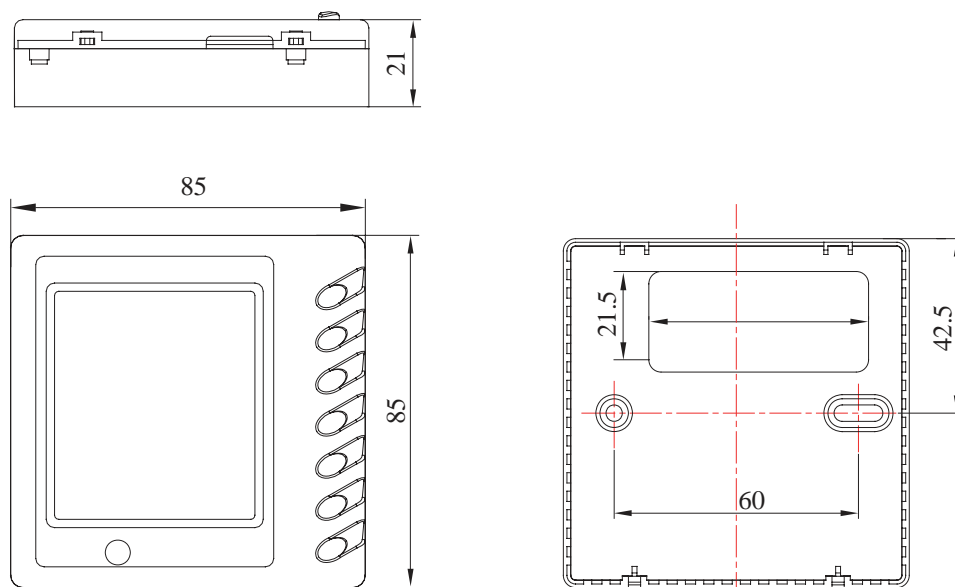

Рис. 3.15
3.3.2 Габаритные и установочные размеры пульта Z60351F (Z63351F) (Рис. 3.15).